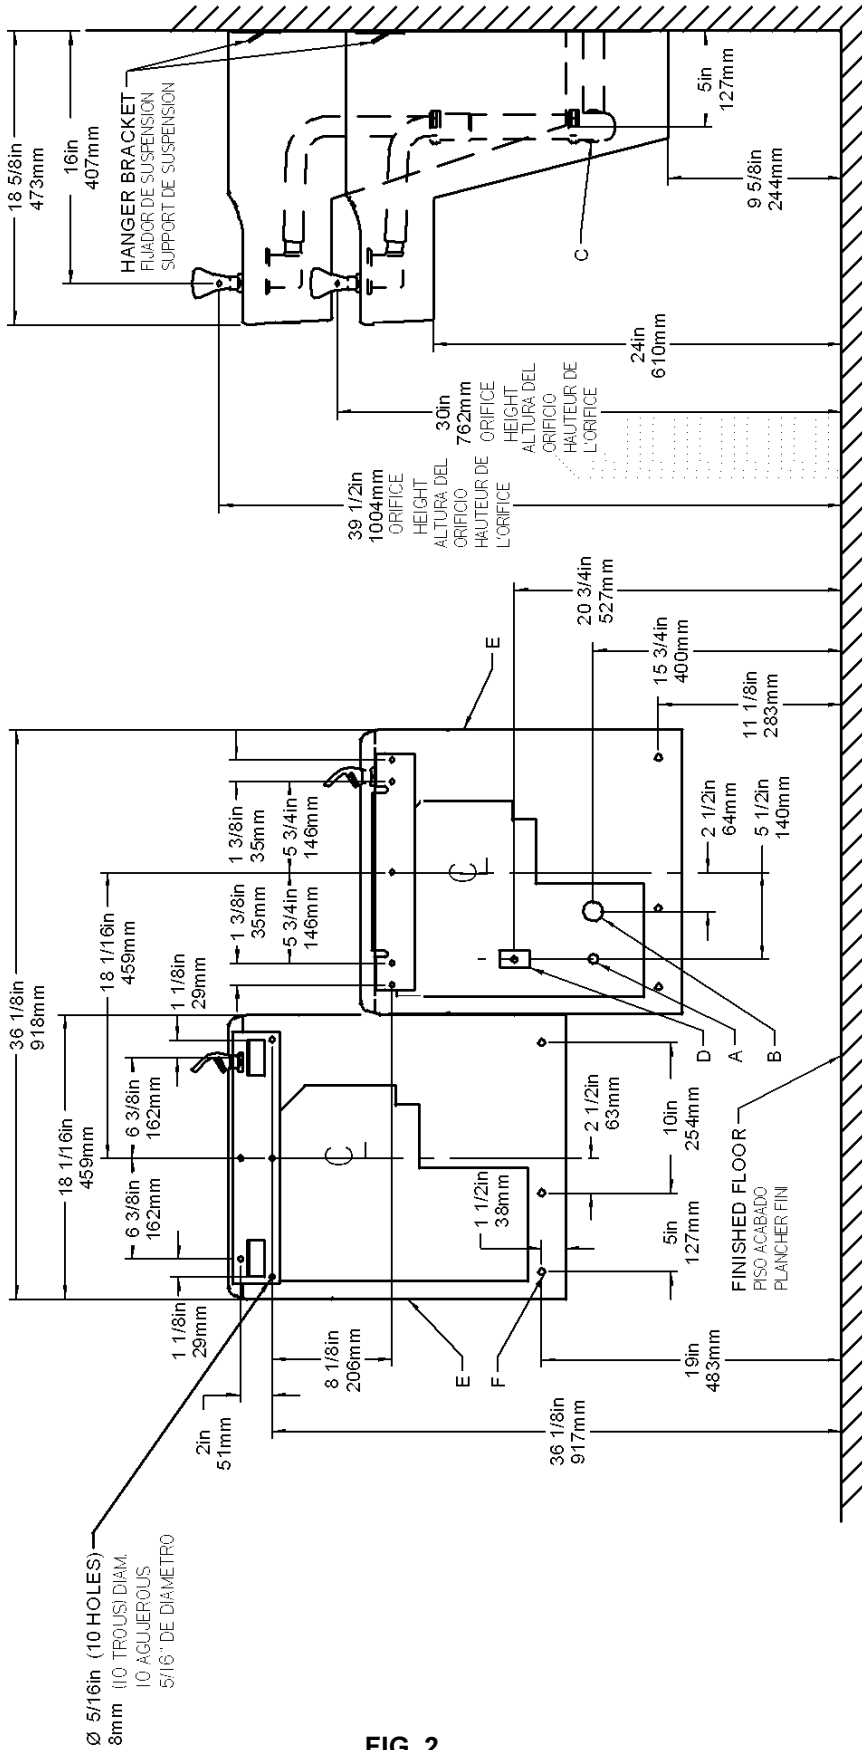

FIG. 2
- 1) Remove hanger bracket fastened to back of cooler by removing one (1) screw.
- 2) Mount the hanger bracket and trap as shown in Figure 2.
- 1) Quita gancho paréntesis abrochó para apoyar de más fresco quitando uno (1) tornillo.
- 2) Monta el paréntesis de gancho como mostrado en la Fig 2.